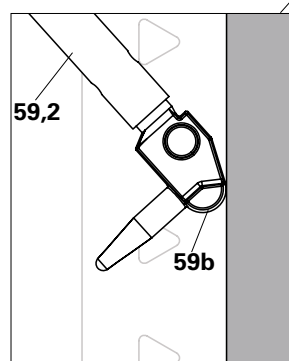

Fig. A8.07a
- Applicare una forza verso il basso con la maniglia tubolare (59.2) in modo che la barra orientabile (59b) venga premuta contro la superficie del calcestruzzo, per aiutare a staccare il telaio dalla superficie del calcestruzzo. (Fig. A8.07a)